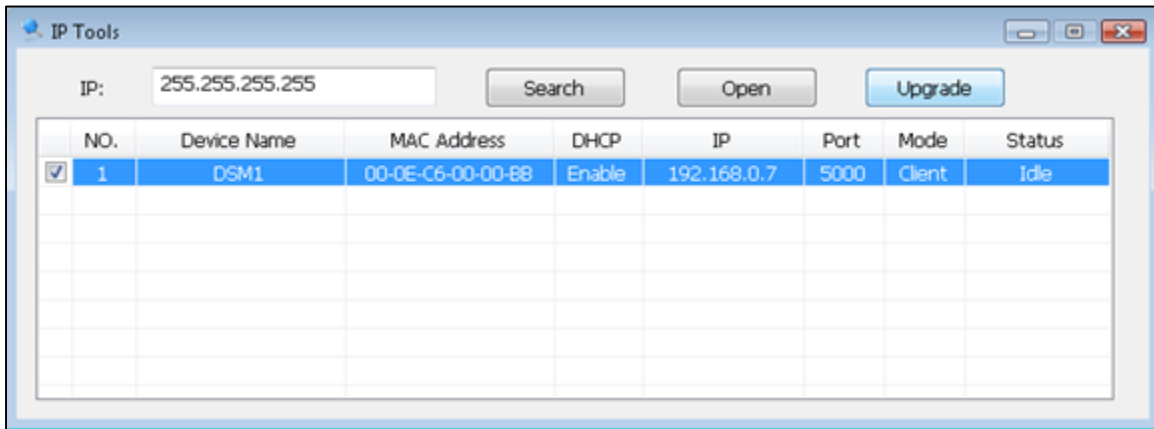

Figure 27
3. Connectez votre WeatherSleuth® suivant les instructions section 3.6.4. Cliquez sur le bouton Mise à niveau pour démarrer la mise à jour du micrologiciel (voir Figure 27). Tel qu'illustré Figure 27, l'adresse IP de votre WeatherSleuth® est 192.168.0.7. Prenez note de cette adresse IP (votre résultat peut différer).